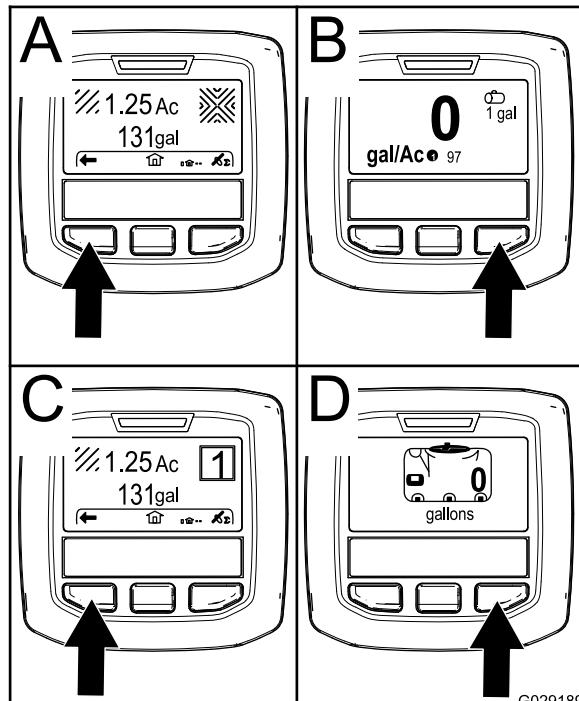

図 19
- 右ボタン: 敷布済み総面積 図 19 の A
- 右ボタン: 敷布レート 図 19 の B
- 左ボタン: 敷布済み部分面積 図 19 の C
- 左ボタン: タンク残量 図 19 の D